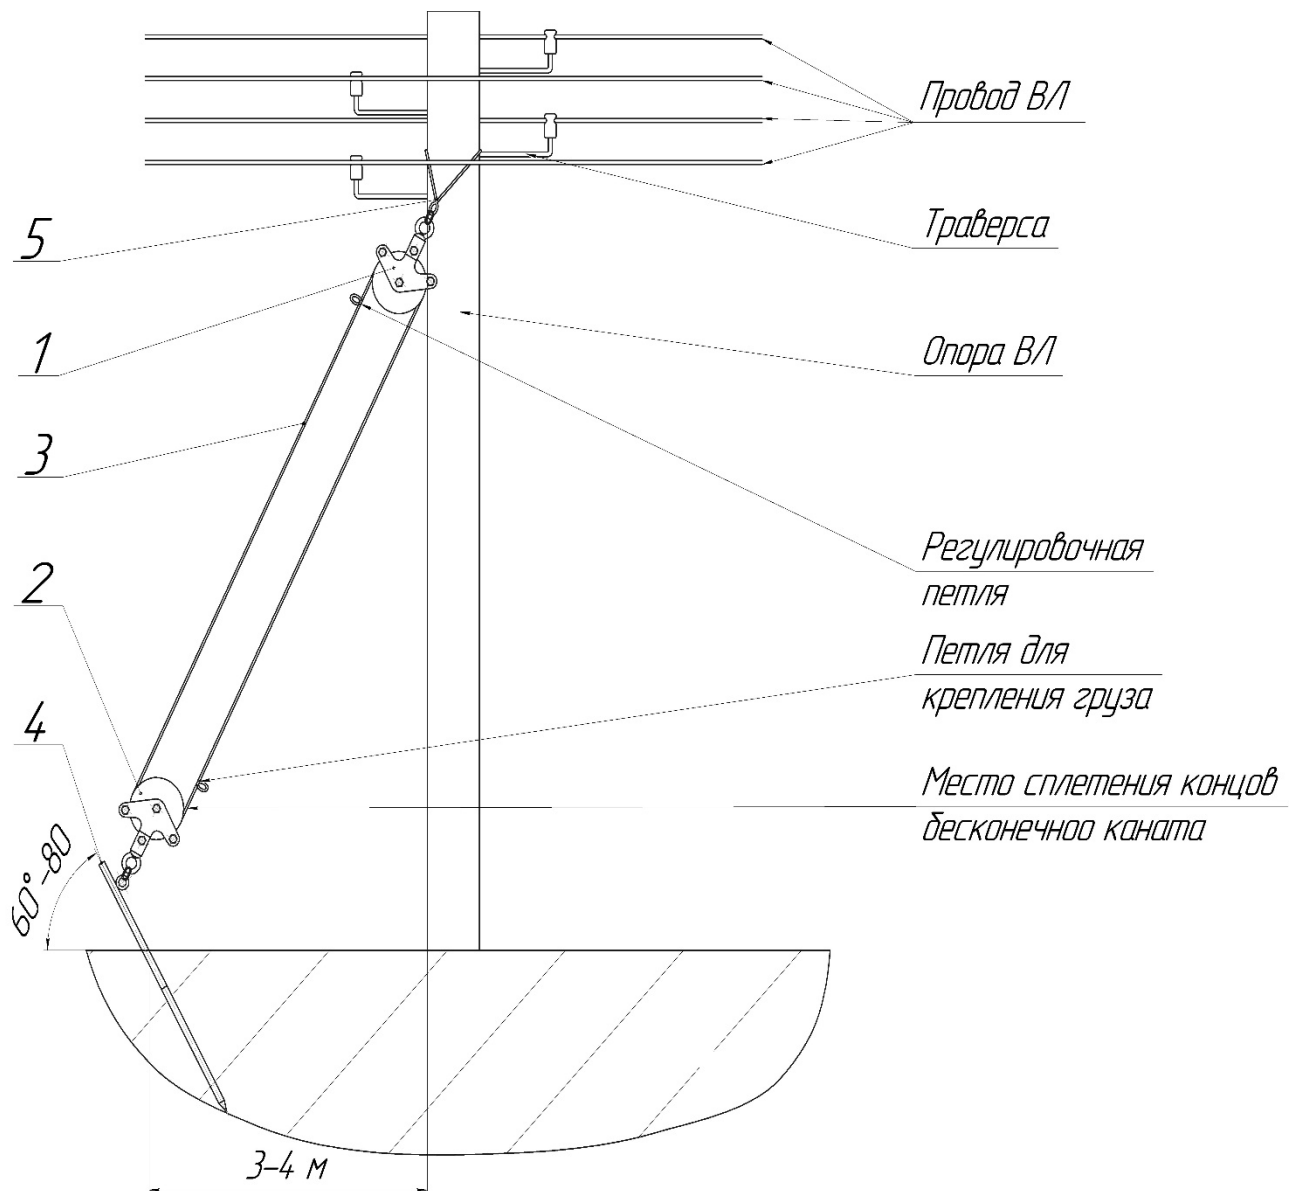
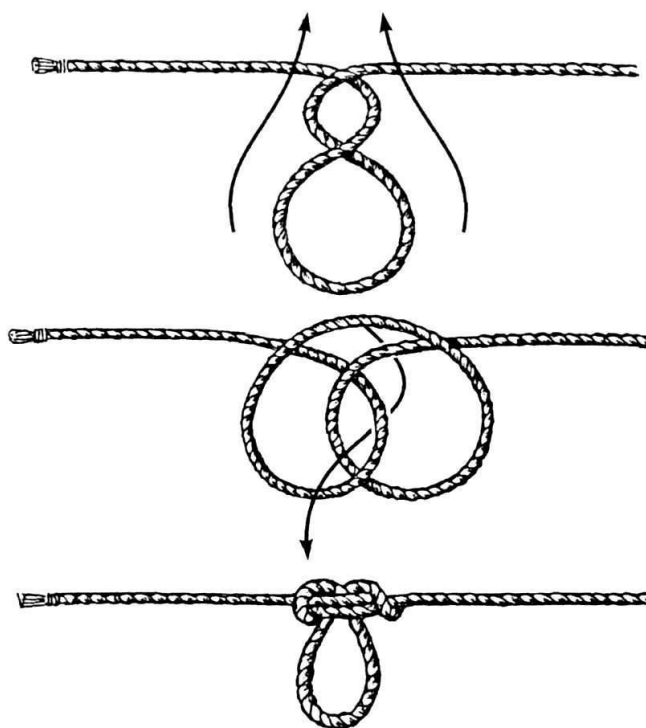

Рис. 1
Рис. 2
3.1 БК (рис.1) в полной комплектации состоит из одинаковых изолированных блоков с проушинами 1 и 2, заправленного в ролики блоков бесконечного каната 3, стержня-якоря 4 для закрепления нижнего блока 2, монтажной стропы 5 для закрепления верхнего блока 1 и ведра монтажника, предназначенного для транспортировки снаряжения и инструмента на опору, одновременно являющегося тарой для хранения приспособления. Принцип работы всего комплекта заключается в следующем: один из блоков 1 с помощью монтажной стропы 5, концы которой заплетены в петлю, крепится на вершине опоры. Нижний блок 2 крепится за вбитый в землю стержень-якорь 4 с проушиной. Блоки снабжены поворотной проушиной с карабином для закрепления к монтажной стропе 5 и проушине стержня-якоря 4. Таким образом заправленный в ролики блоков бесконечный канат 2 образует транспортировочную линию для подъема различных грузов на необходимую высоту. Концы бесконечного каната 2 сплетены между собой. Для закрепления ведра монтажника или других поднимаемых деталей на канате имеется петля для крепления груза завязанная узлом «австрийский проводник» (рис.2). При необходимости его можно развязать и перевязать в другом месте бесконечного каната 3, при этом лучше не использовать для этого место сплетения концов бесконечного каната. Для регулировки длины каната на противоположной ветви бесконечной петли можно завязать дополнительный (регулируемый) узел «австрийский проводник».